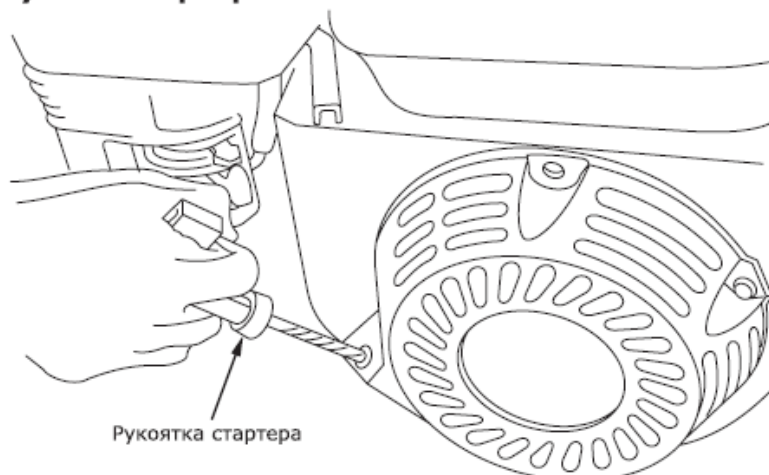

Рис. 9 – Ручной стартер
- Поставьте выключатель зажигания в положение «ВКЛ» (рис. 9).
По мере прогрева двигателя постепенно передвиньте рычаг воздушной заслонки в положение «Открыто». Число оборотов двигателя и соответственно производительность двигателя регулируется изменением положения рычага дроссельной заслонки (рис. 9).